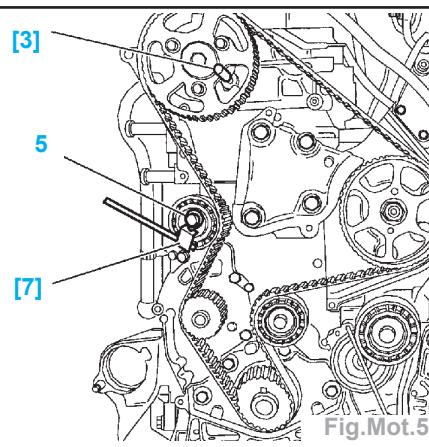

Fig.Mot.5
- le support droit moteur (4),
- les carters de distribution (3),
- Piger la poulie d'arbre à cames à l'aide de l'outil [3] (Fig.Mot.5).
- Desserrez la fixation du galet tendeur (5).